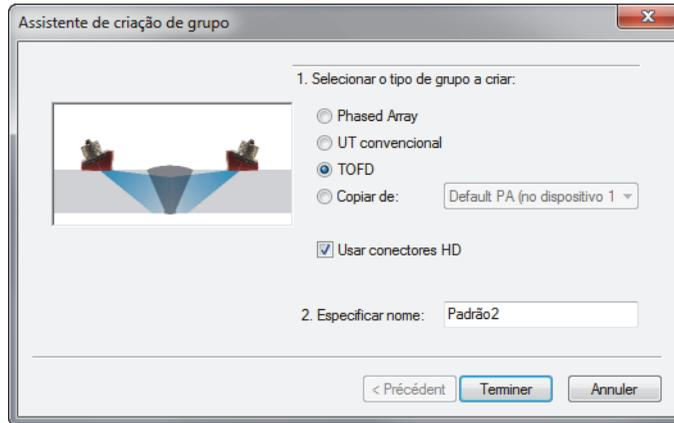

Figura 4-16 Caixa de diálogo do Assistente de Criação de Grupo (ToFD)
2. Na caixa de diálogo **Assistente de criação de grupo** que aparece (Figura 4-16 na página 117), proceda da seguinte forma: